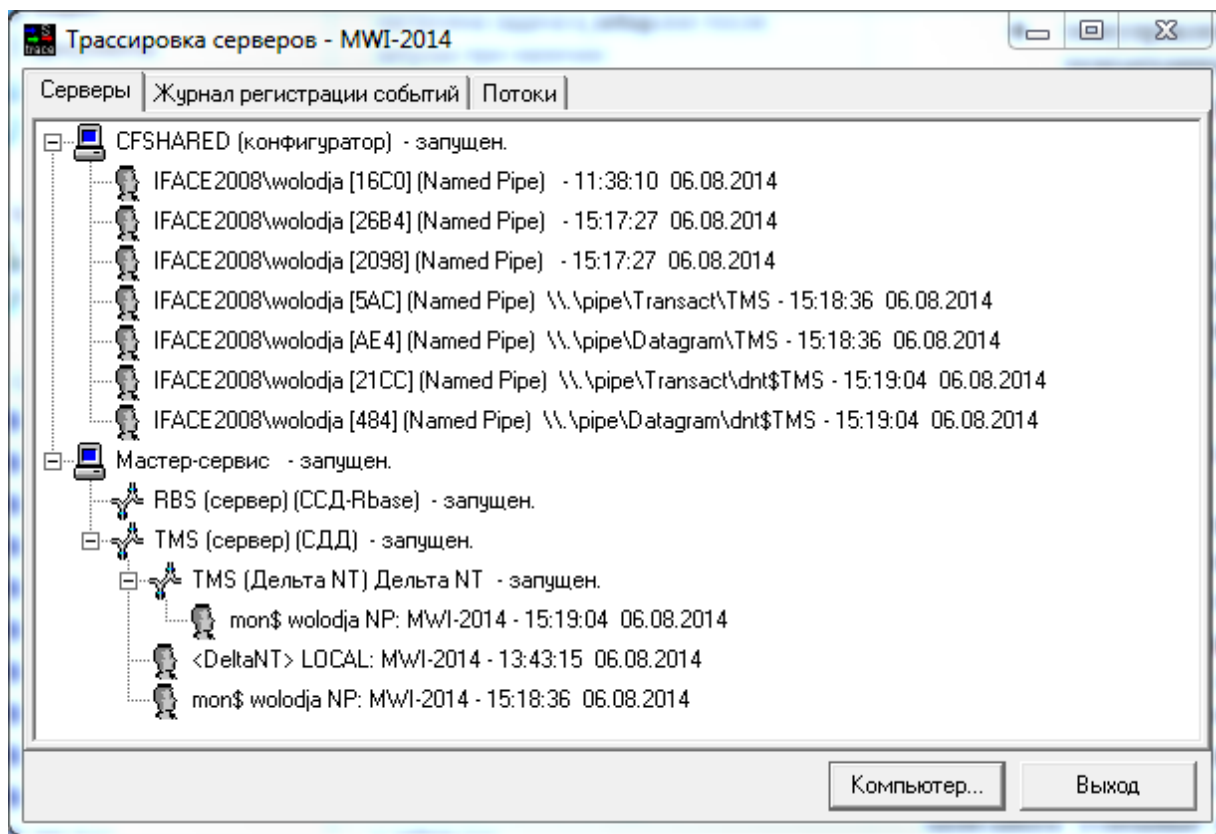

Рис. 14.1 Программа «Трассировка серверов» («Серверы»)
Для перехода в окно «Трассировка серверов» необходимо в окне главного меню программы «Настройка серверов» (см. Рис. 4.1) ЛКМ выбрать пункты меню «Компьютер» → «Трассировка обмена» или ЛКМ нажать на кнопку  «Трассировка». Окно главного меню программы «Трассировка серверов» откроется на закладке «Серверы» (см. Рис. 14.1).
- в окне, приведенном на Рис. 14.1, ЛКМ выбрать сервер для трассировки. Появится закладка «Трассировка»;